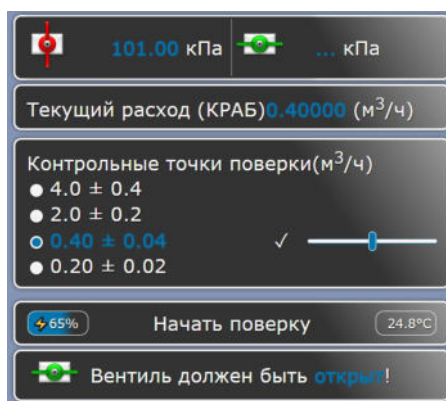

Рисунок 7 — Вид страницы ПО при готовности к поверке
2.3.12 Настроить регуляторы расхода руководствуясь подсказками ПО (см. рисунок 7).
После того, как регуляторы расхода будут настроены верно в блоке управления появится надпись «Начать поверку», см. рисунок 7.